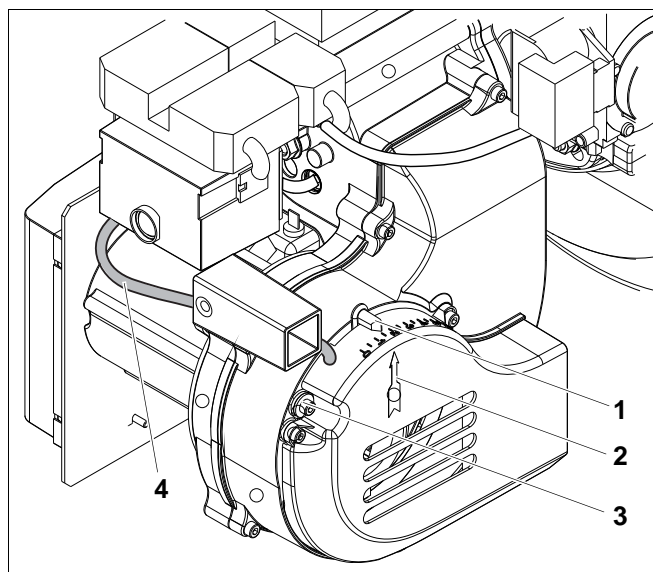

Рис. 24 Проверка положения всасывающего канала (ALF)
- Проверьте установку всасывающего канала (ALF) (рис. 24, поз. 1), он должен быть установлен на 1,5. Стрелка (рис. 24, поз. 2) указывает правильное положение.
- Проверьте, чтобы винт (рис. 24, поз. 3) фиксации ALF (рис. 24, поз. 1) был крепко затянут, иначе ALF может сместиться.
- Если ALF не стоит на 1,5, то отверните винт (рис. 24, поз. 3) и установите ALF на значение 1,5.
- Затяните винт (рис. 24, поз. 3).
- Подключите импульсную линию от кожуха крыльчатки вентилятора (рис. 24, поз. 4) к отрицательному полюсу реле контроля давления воздуха.